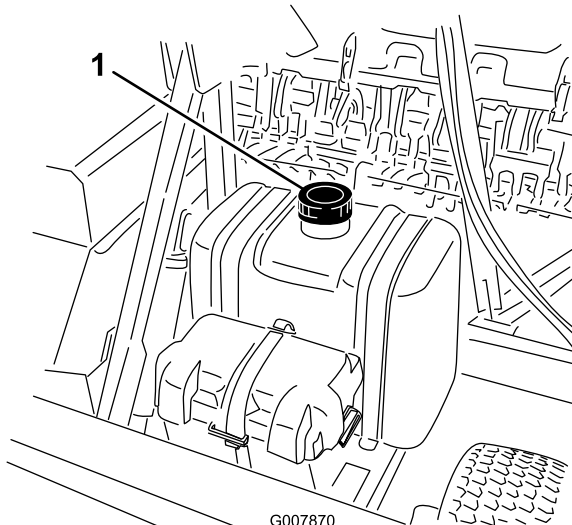

Bild 28
2. Reinigen Sie die Bereiche um den Tankdeckel herum und nehmen Sie den Deckel ab (Bild 28).